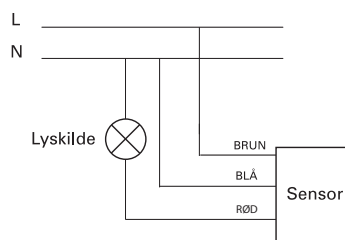

Fig. 3
5. Tilslut ledningerne - se diagram fig. 3